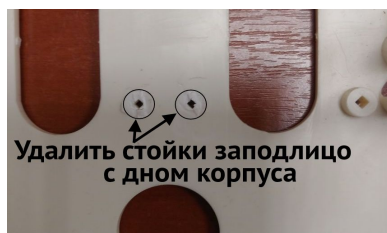

Рисунок 26. Подготовка места для адаптера «L25\_Crow\_rev3»
- «**Адаптер L25\_CROW\_rev3**» – подготовить место установки (рисунок 26), а затем установить адаптер на отрезок двусторонней липкой ленты, как показано на рисунке 27.